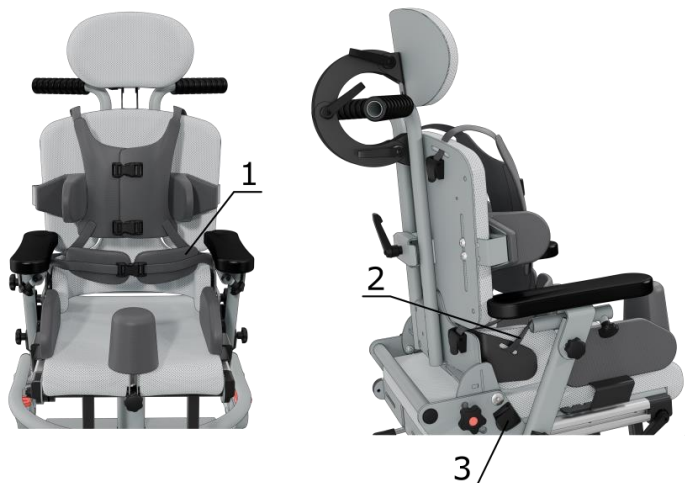

Рисунок 27. Тазовый ремень.
Для установки тазового ремня (1), проденьте лямки (2) в специальные крепежные элементы (3), установленные на спинке кресло-коляски (рис.27).